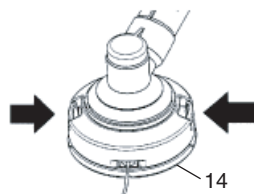

Fig. 21
- (1) Retire la caja (14) pulsando firmemente hacia dentro las pestañas de bloqueo con los pulgares, tal y como se muestra en la Fig. 21.